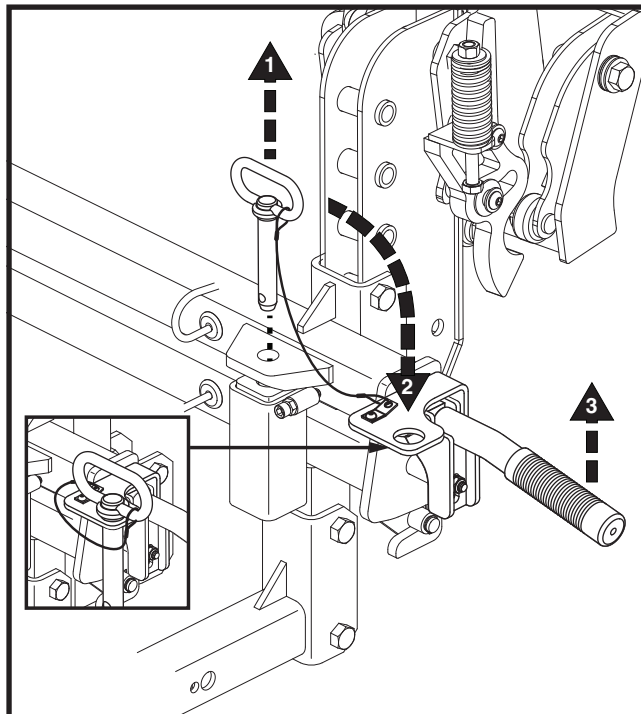

Figura 17. Operar el adaptador abatible
2. Si está equipado, coloque el pasador de seguridad en el soporte del pasador. **Ver la figura 17.**